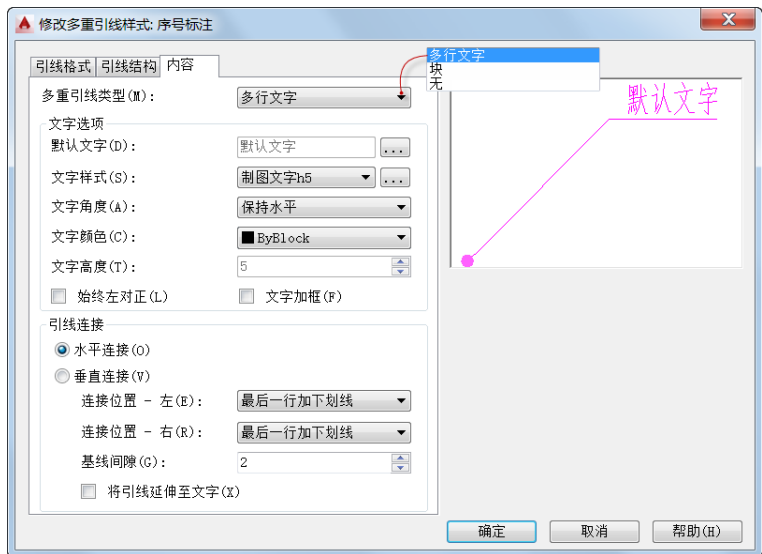

图 8-45 设置多重引线的内容
⑥ 切换至“内容”选项卡，为多重引线指定文字或块。如果多重引线对象包含文字内容，那么需要设置相关的文字选项（默认文字、文字样式、文字角度、文字颜色、文字高度等），定义引线连接方式和基线距离等，如图 8-45 所示。如果将多重引线类型设置为“块”，那么还需要指定块源、附着方式和块内容的颜色。